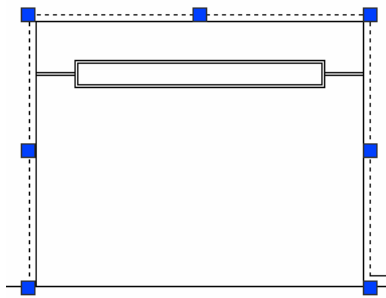

图 17.60 夹点显示图线
(12) 单击【格式】/【线型】命令, 加载一种名为 DASHED 线型, 并修改线型的比例为 150。
(13) 夹点显示如图 17.60 所示的 3 条线段, 然后展开【线型控制】下拉列表, 修改其线型为 DASHED。